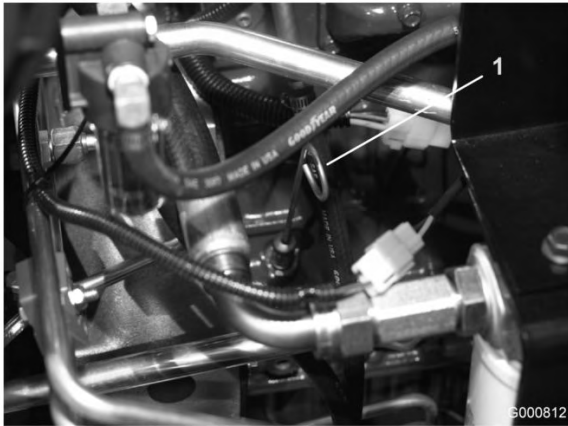

Bild 29
- Nehmen Sie den Ölpeilstab (Bild 29) heraus, wischen Sie ihn ab und setzen Sie ihn wieder ein. Ziehen Sie ihn heraus und prüfen Sie den Ölstand am Ölpeilstab: Der Ölstand sollte an die VOLL-Marke am Ölpeilstab reichen.